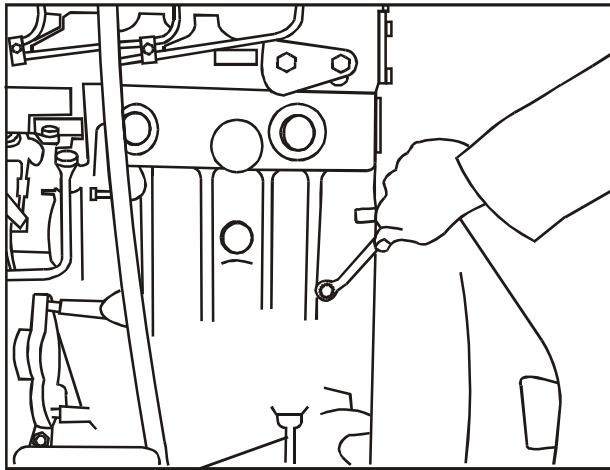

FIG 1
2. Remova o bujão de drenagem **Fig. 1** e drene o sistema de arrefecimento.